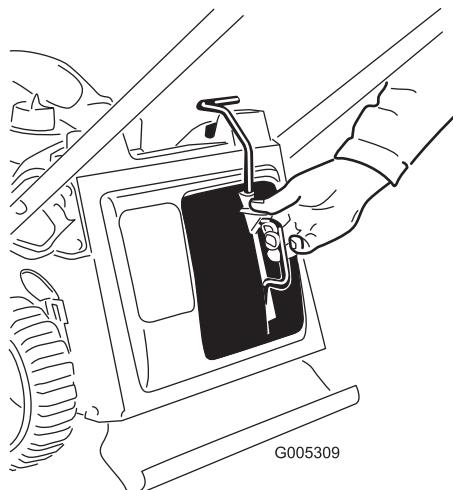
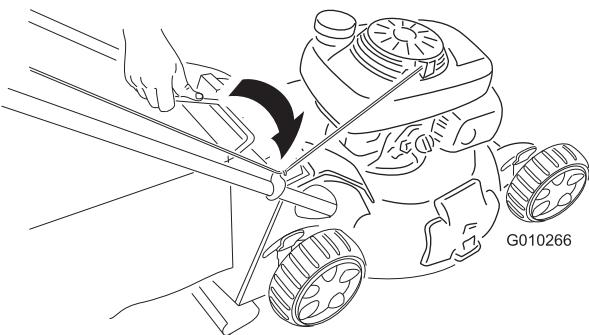

Figure 21
Figure 22
- Montez l'obturateur de mulching (Figure 21) ou le bac à herbe (Figure 22) sur la machine.